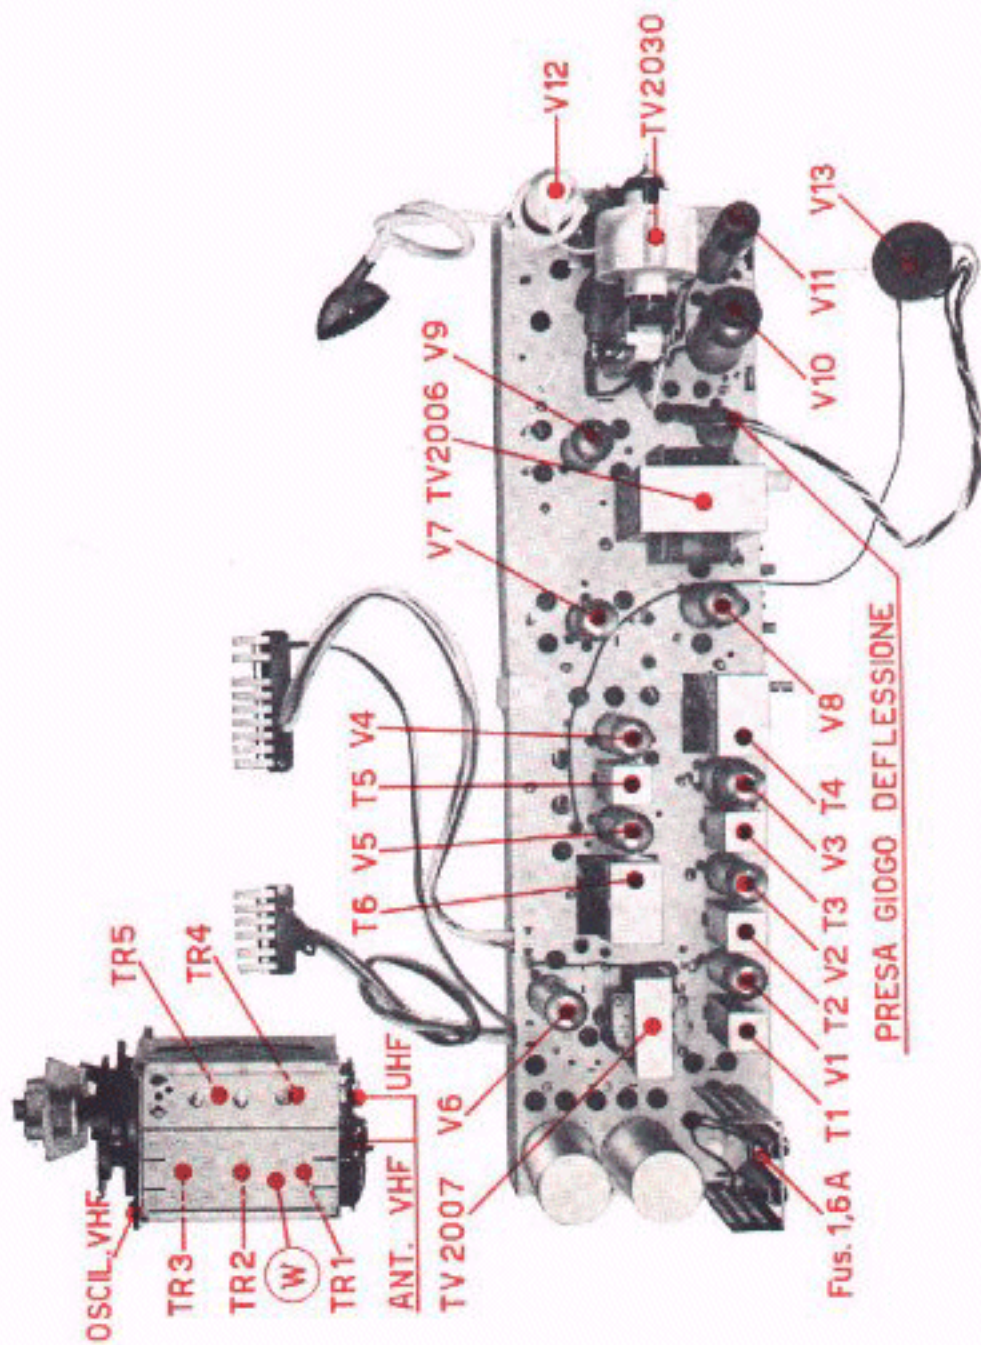

Fig. 4
- 1) Collegare il voltmetro elettronico commutato su tensione continua tra i punti **X** (griglia finale video **V4a**, piedino **8**) e massa. Regolare per il massimo il contrasto e ruotare in senso antiorario il comando sintonia fine, fino a circa 2/3 della sua corsa. Collegare ai morsetti d'antenna il segnale RF sintonizzato sulla frequenza della portante suono del canale in esame e regolare il compensatore **C25** (vedi schema e fig. 4) fino alla minima indicazione del voltmetro